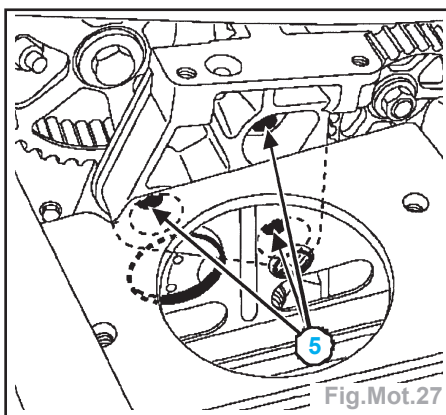

Fig.Mot.27
- Déposer (Fig.Mot.27) :
- les trois vis de fixation (5) du support avant de la pompe haute pression,